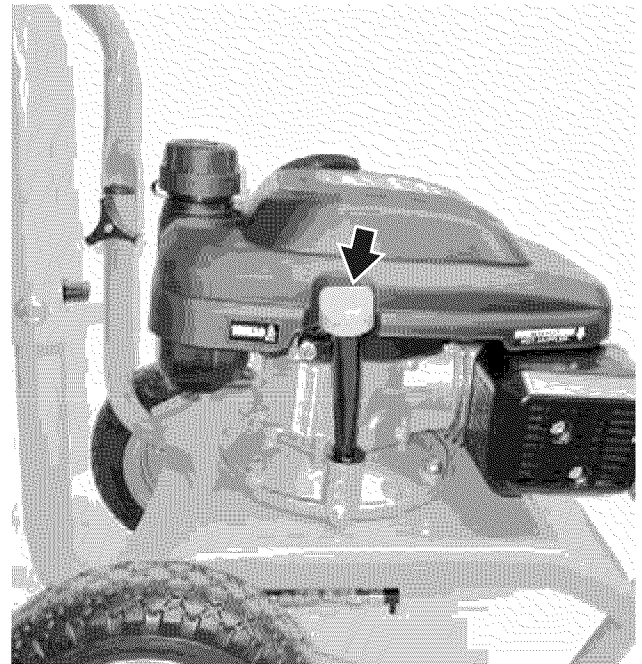

Figura 49 – Tapón de llenado/varilla de medición del aceite
5. Retire el tapón de llenado/la varilla de medición de aceite (Ver Figura 49).